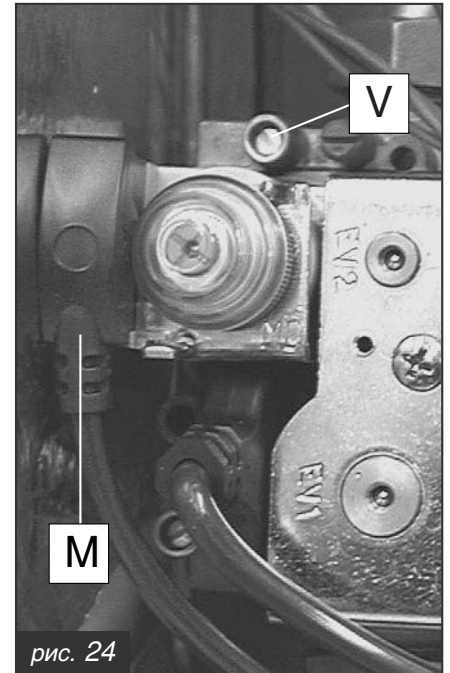

рис. 24
- соединить манометр к ниппелю отбора давления **V** (рис. 24);
- отсоединить электроколodку бобины модулятора (**M** на рис. 24);